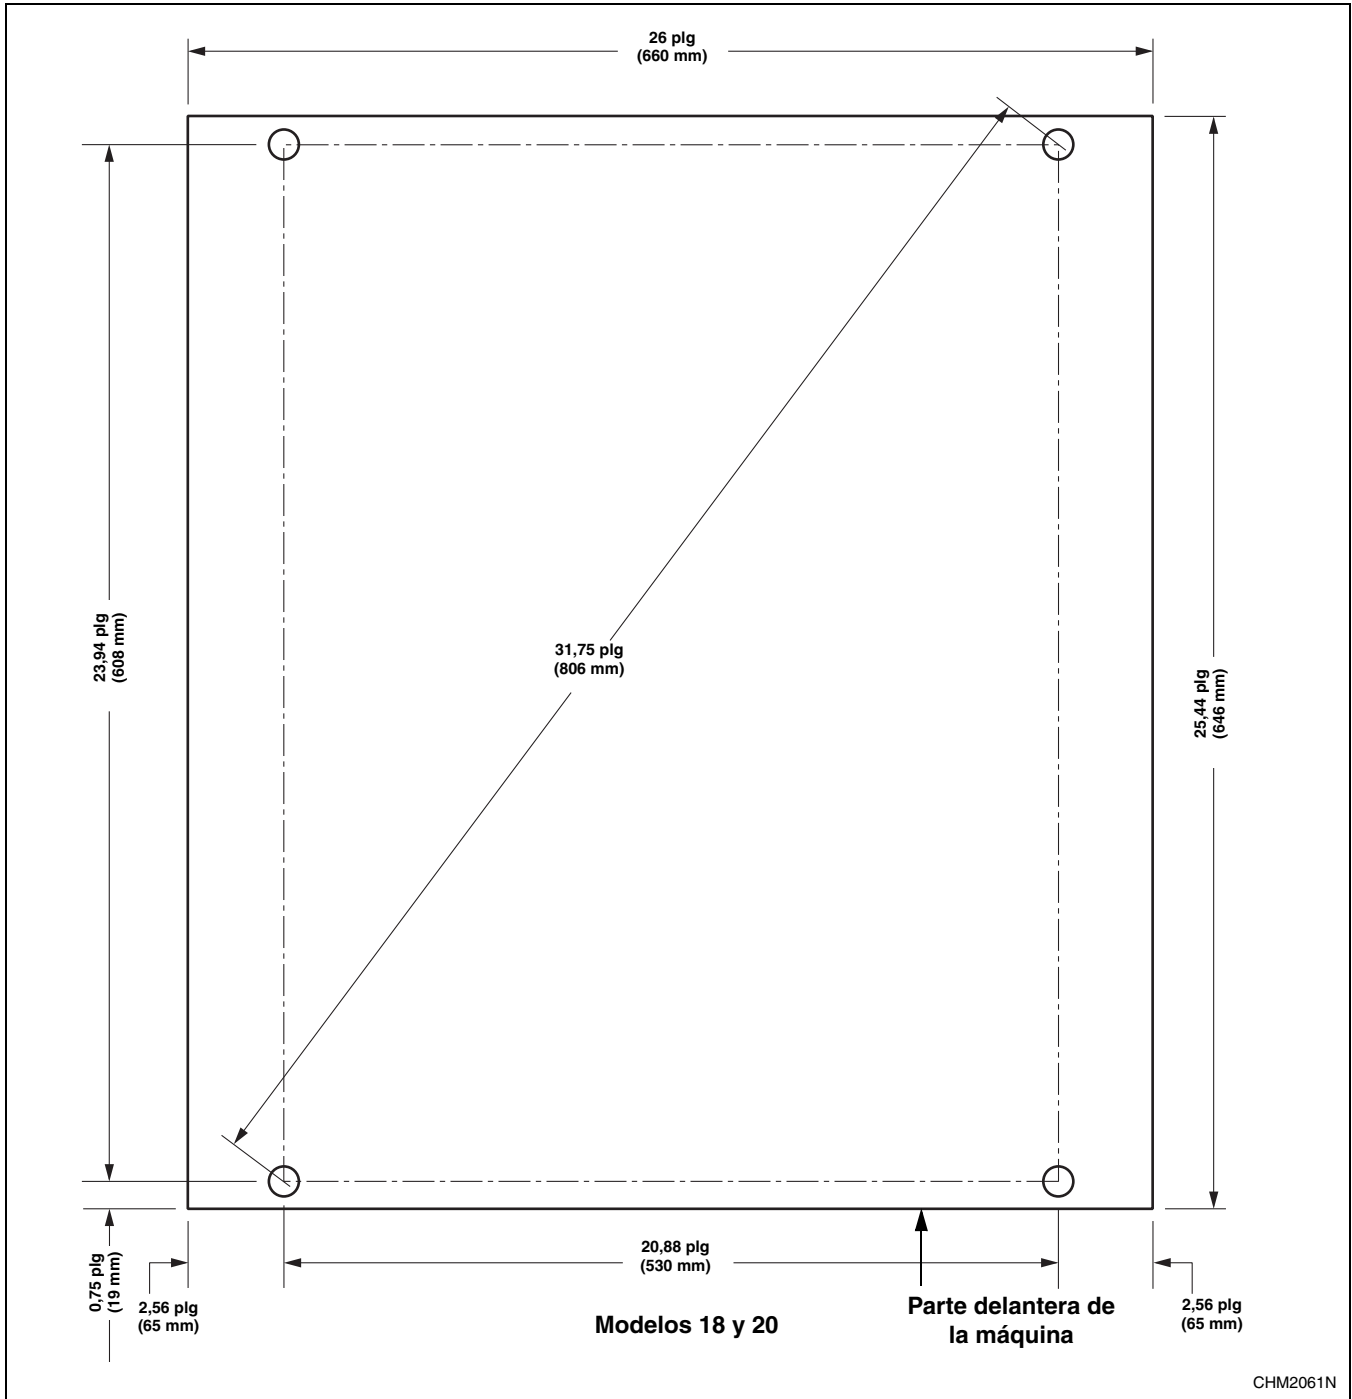
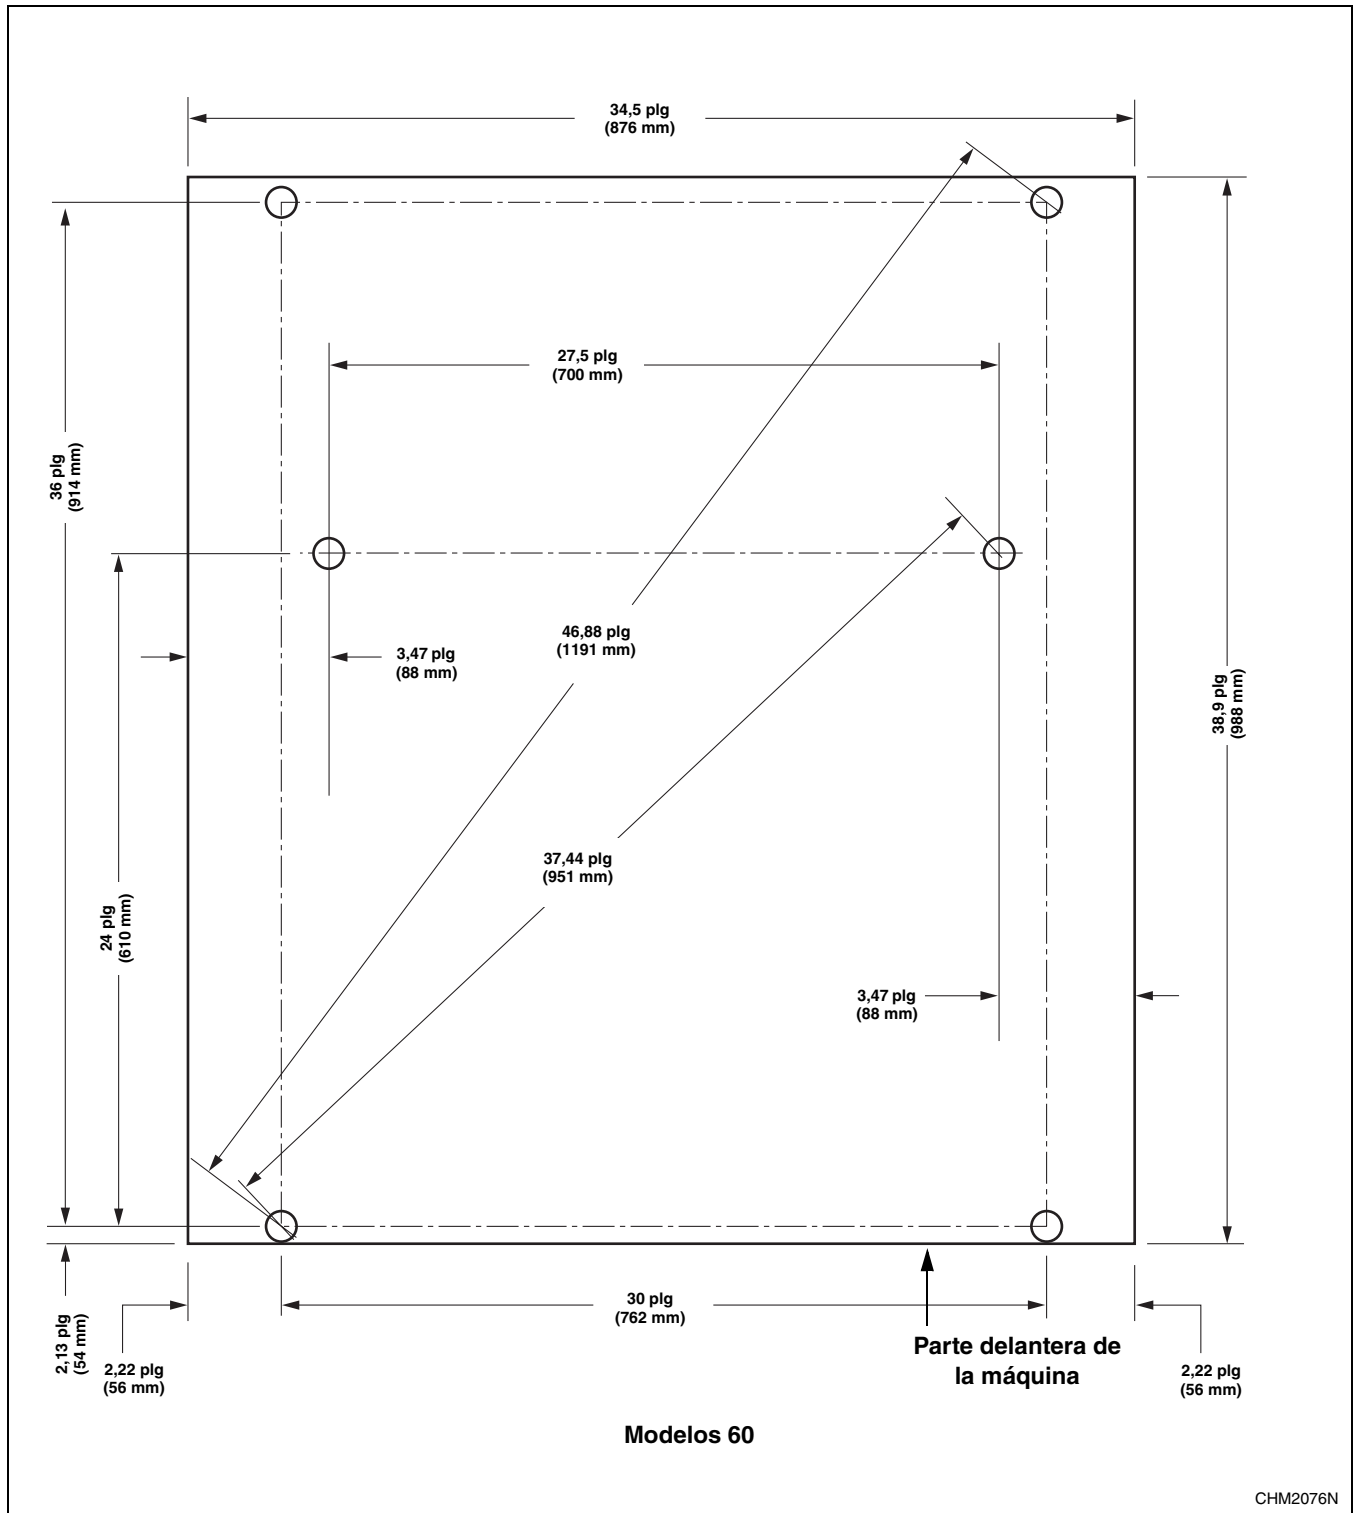

Figura 16
Figura 31
2. Instale los pernos en J en concreto, tal como se muestra en la disposición de pernos de montaje (*Figura 16 hasta Figura 31*) siguiendo estas instrucciones.